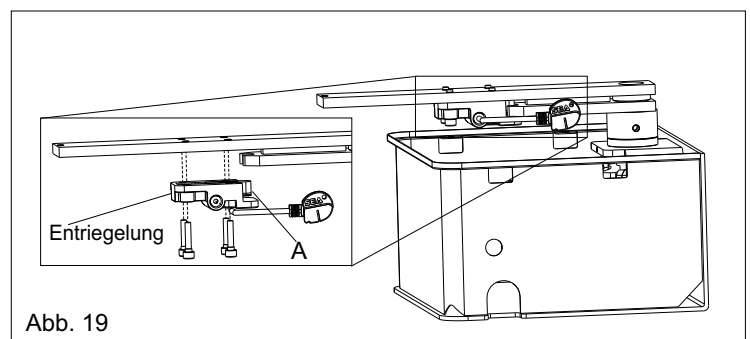

Abb. 19
6.1. Den Aufhängungsstift (A) gut schmieren und das Entriegelungssystem unter den Flügelsatz mit Hilfe der 4 mitgelieferten Schrauben (Abb. 19) montieren.